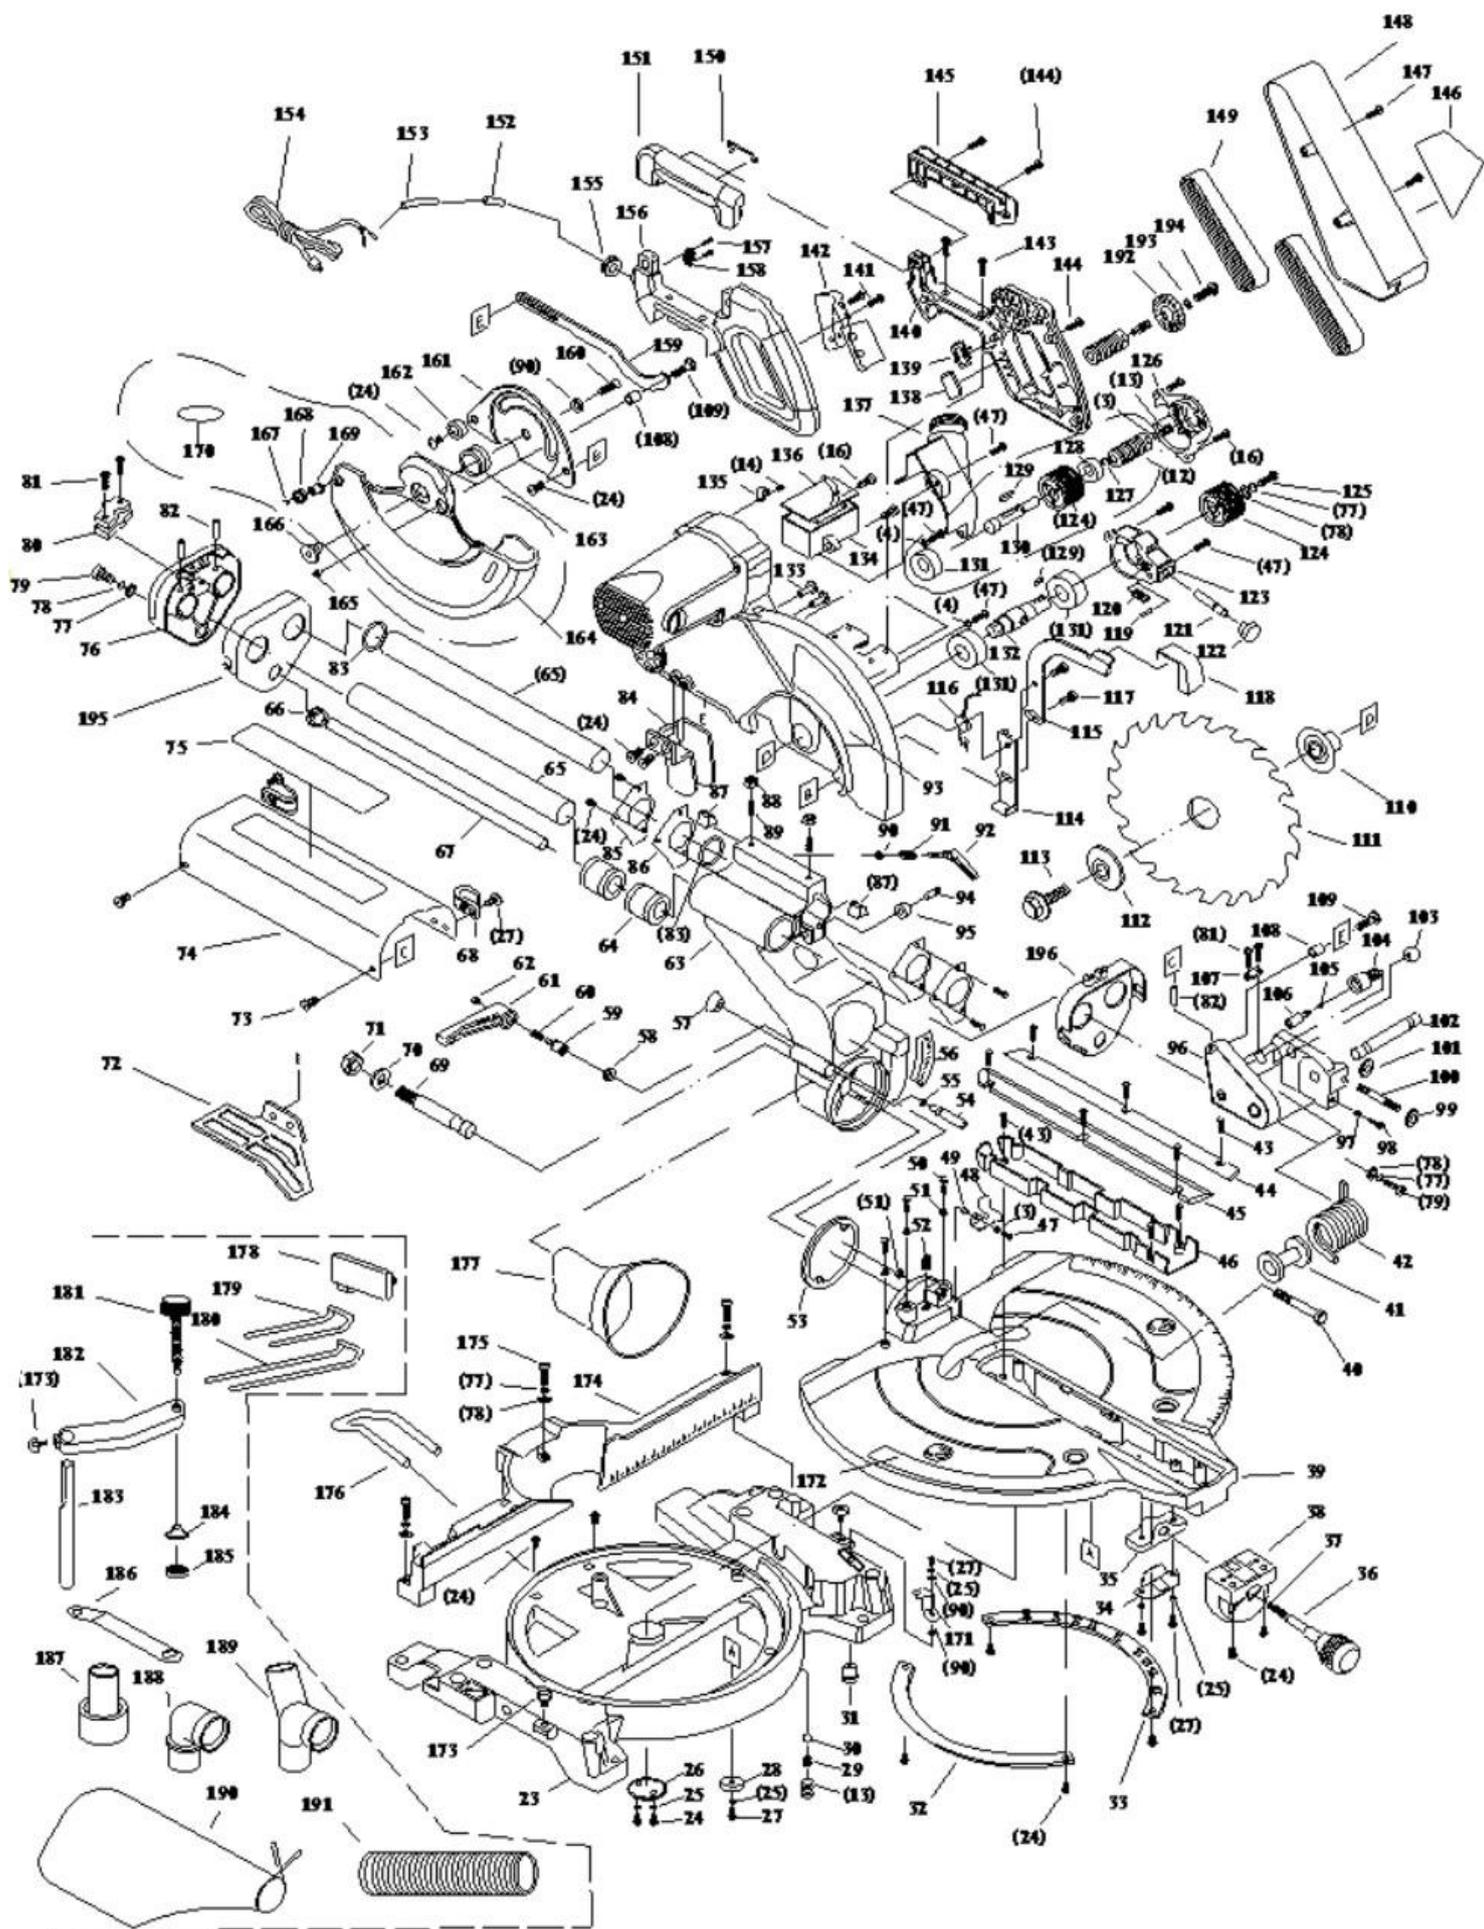

Рис. 2
13.4.1. Разблокируйте каретку режущей головки (1), Рис. 2, ручкой фиксации перемещения каретки (22), Рис. 3, добившись свободного перемещения каретки режущей головки. Установите угол и наклон пиления в желаемые положения в соответствии с вышеописанными процедурами. Взавшись за ручку пилы, тяните ее на себя до тех пор, пока режущая кромка диска не окажется впереди заготовки. Включите пилу, и нажав рычаг блокировки защитного кожуха диска, опустите режущую головку.
Для пиления мелких деталей, сдвиньте режущую головку до конца в заднее положение, закрепите каретку режущей головки (1), Рис. 2, ручкой фиксации перемещения каретки (22), Рис. 3.
14.1.1. Нажмите рычаг (4), Рис. 2, блокировки защитного кожуха диска и поверните защитный кожух (7), Рис. 2, в верхнее положение. Выверните два винта крепления кожуха шпинделя режущей головки (9), Рис. 2, и поверните его в верхнее положение. Придерживая одним пальцем защитный кожух (7), Рис. 2, другим пальцем удерживайте в нажатом состоянии кнопку блокировки пильного диска (18), Рис. 3, так, чтобы диск не вращался. Поверните болт шпинделя по часовой стрелке с помощью прилагаемого ключа, хранящегося в ручке. Снимите болт, внешний фланец, диск. Убедитесь в том, что площадь контакта между диском и фланцами чистая. Нажмите кнопку блокировки и затяните болт против часовой стрелки для фиксации диска. Установите на место кожух шпинделя режущей головки (9), Рис. 2, и затяните два винта его крепления. Переведите защитный кожух (7), Рис. 2, в нижнее положение.